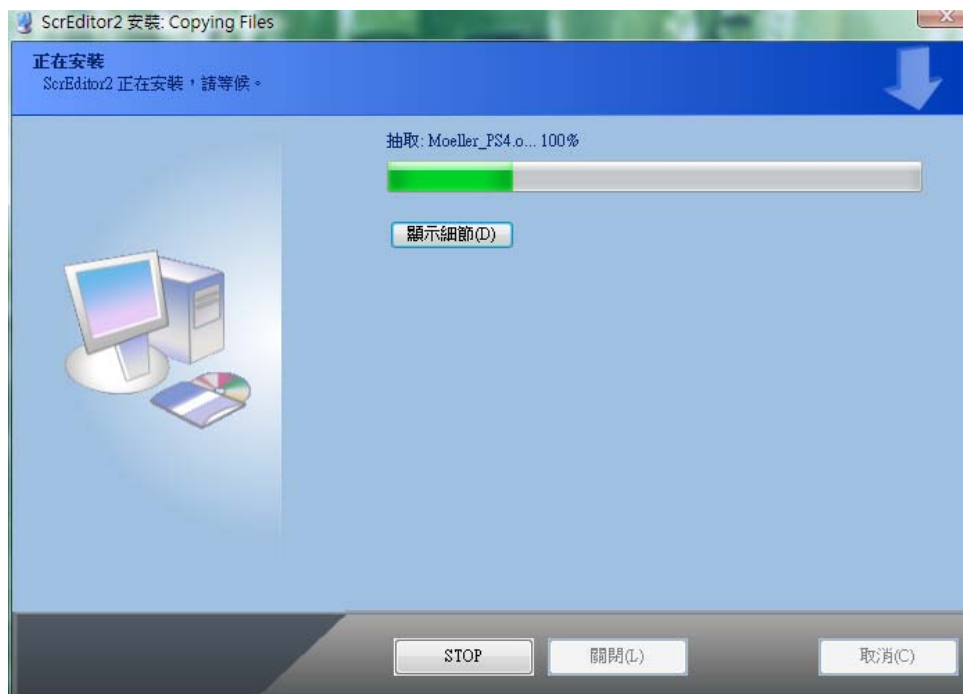
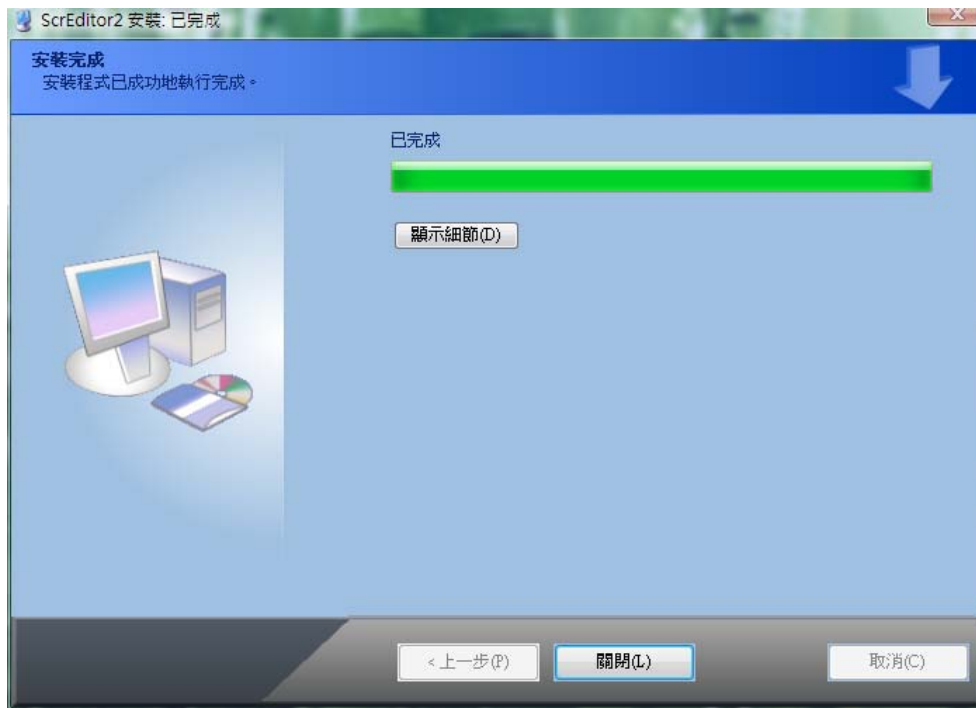

图 3-1-13 Screen Editor 安装画面
图 3-1-14 Screen Editor 安装完成画面
8. 按下【安装】键后，Screen Editor 将自行安装完成（图 3-1-13、图 3-1-14）。